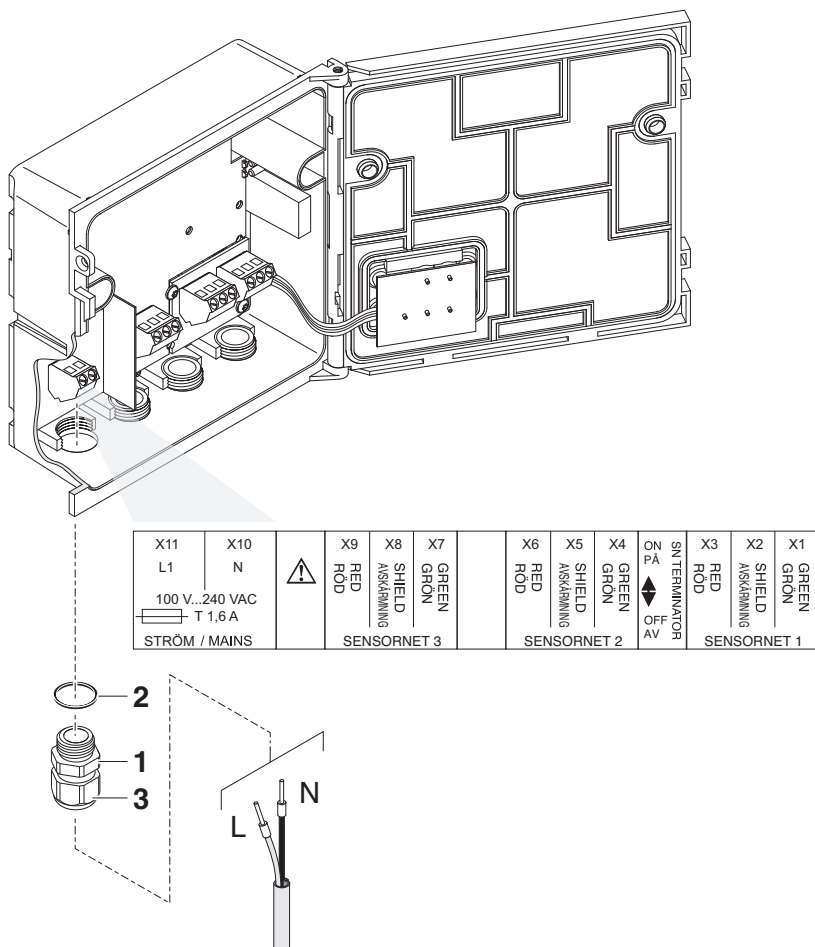

Fig. 3-2 Ansluta kraftledningen.
- 6 Skruva fast packboxen (pos. 1 i Fig. 3-2) med tätningssringen (pos. 2) in i modulhuset.
- 7 Lossa kopplingsringen (pos. 3).
- 10 Dra åt kopplingsringen (pos. 3).